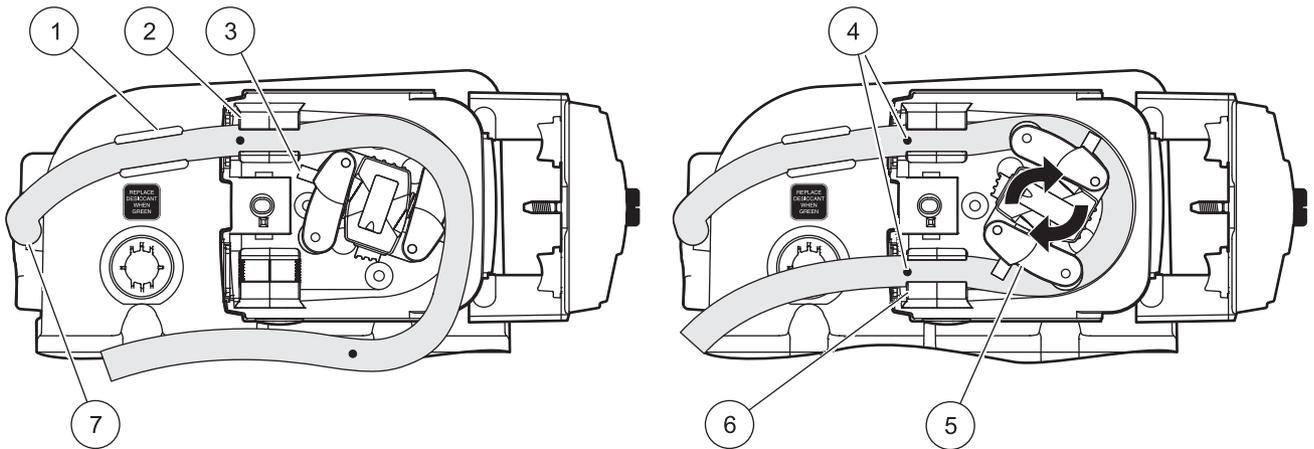

图 25 泵管 安装
1. 将泵管的一端连接到流量传感器装置。将泵管压入泵导向管 (图 25)。
2. 将泵管压入上泵管轨道。确保调准点与上泵管轨道位于同一直线上, 如图 25 所示。
3. 旋转翼形螺钉的同时, 一手握住泵管, 将泵管导入旋翼附近 (图 25)。导销会将泵管推入特定位置。
4. 将泵管压入下泵管轨道。确保调准点与下泵管轨道位于同一直线上, 如图 25 所示。